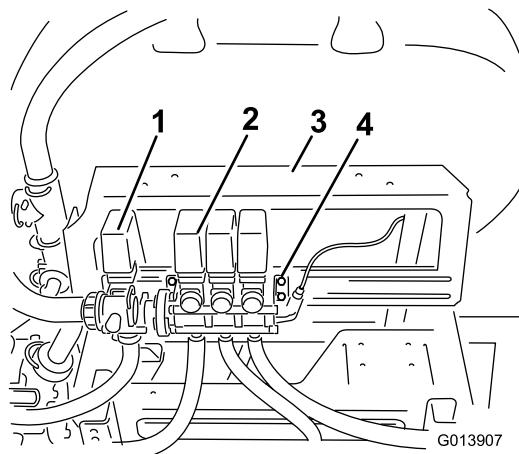

Figure 3
- Desserrez, mais ne retirez pas, les boulons qui fixent l'ensemble vannes de rampe au support (Figure 3).